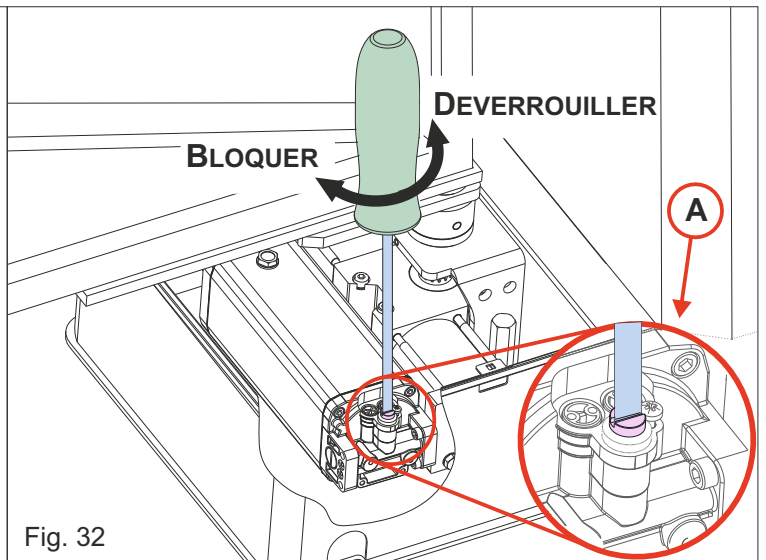

Fig. 32
L'OPERATEUR EST EQUIPE D'UN SYSTEME DE DEVERROUILLAGE INTERNE, ACCESSIBLE EN SOULEVANT LE COUVERCLE DU CAISSON ET EN AGISSANT SUR LA VIS INDIQUEE PAR LA LETTRE «A» À L'AIDE D'UN TOURNEVIS (FIG. 32)
9.1. DEVERROUILLER: A l'aide d'un tournevis, tournez la vis de déblocage «A» dans le sens inverse des aiguilles d'une montre d'environ 180°, comme indiqué sur la Fig. 32
9.2. BLOQUER: A l'aide d'un tournevis, tourner la vis de déblocage «A» dans le sens des aiguilles d'une montre jusqu'à la butée, comme indiqué sur la Fig. 32